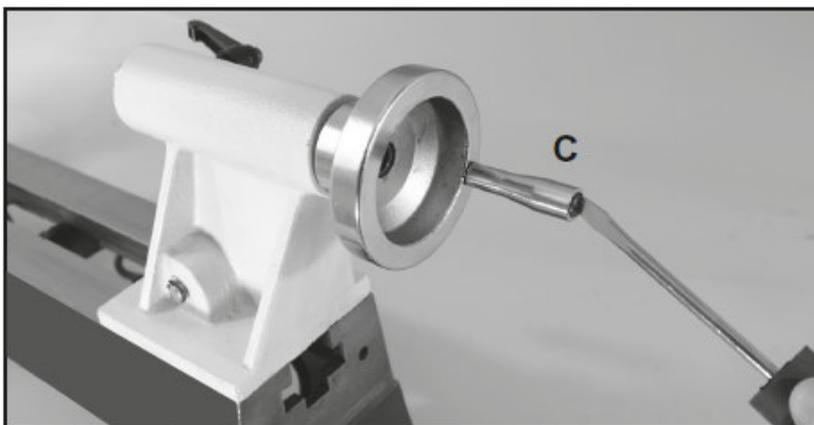

Abb.6-3: Montage des Handrads am Reitstock
1. Mit einem Schlitzschraubendreher den Griff (Pos. C, Abb. 6-3) mit der mitgelieferten Schraube am Handrad befestigen.